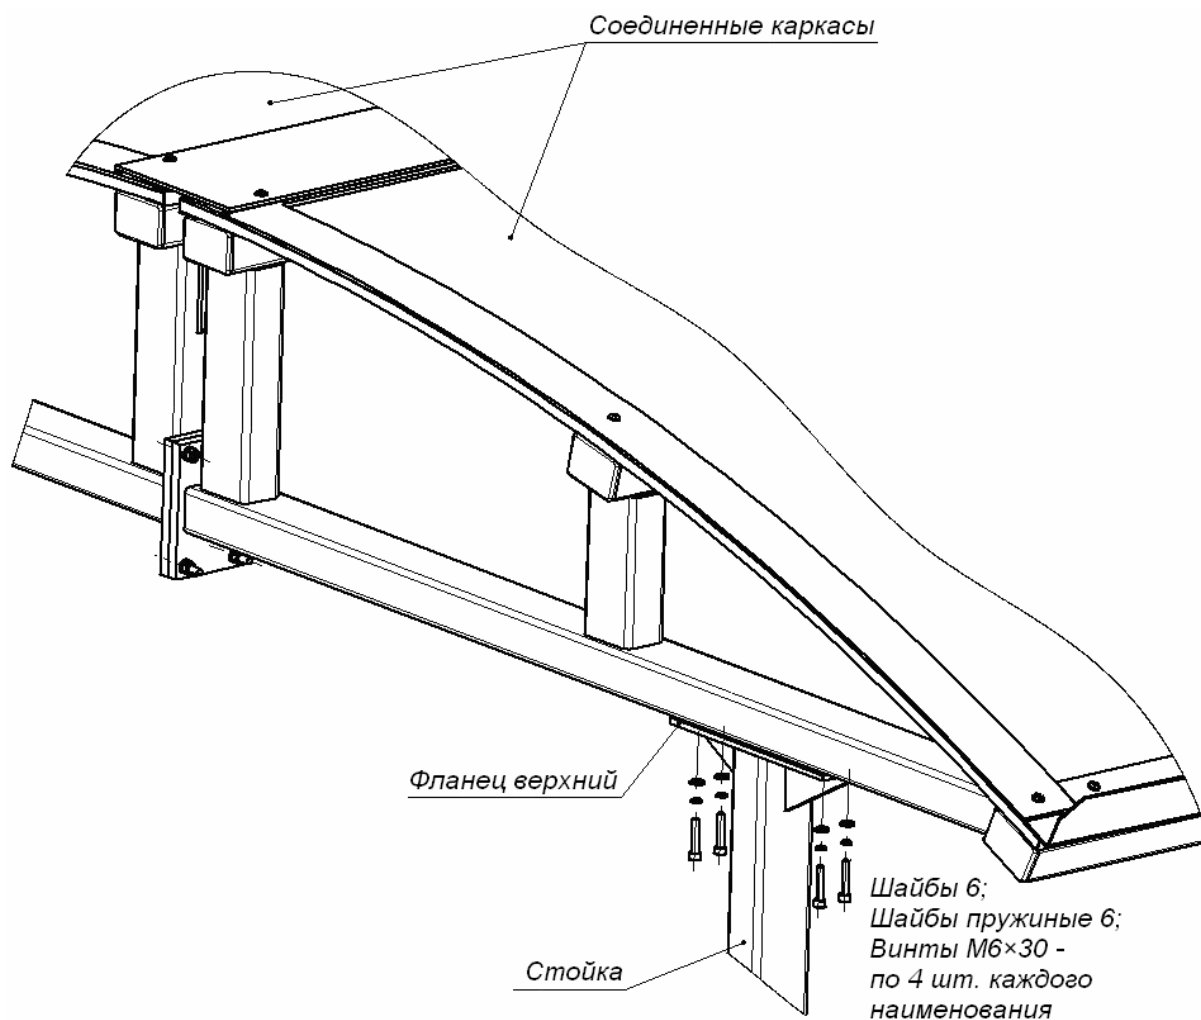

Рисунок 7 Схема крепления соединенных каркасов (1) и (2) к стойке (3)
8.3.14 Установите соединенные каркасы на ранее закрепленные стойки с учетом уклона сливов; через четыре отверстия в верхнем фланце (5) каждой стойки вверните винты М6×30 с шайбами в резьбовые втулки в каркасах (см. рис. 7). При этом резьбовые втулки своей выступающей частью должны войти в специальные отверстия (выборку) в верхних фланцах стоек; разность диаметров втулок и выборки, а также винта М6 и отверстия под него во фланце позволяют компенсировать погрешности, выявившиеся при монтаже крыши.